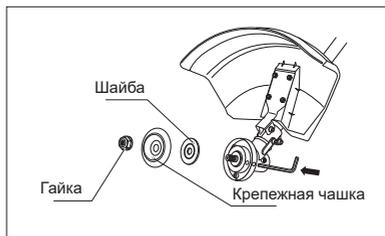

Рис. 5
1. Совместите отверстия в чашке редуктора и фланцевой шайбе. Вставьте металлический стопорный штифт или шестигранный ключ из комплекта поставки в отверстия чашки редуктора и фланцевой шайбы. Вращая гайку по часовой стрелке, снимите чашку и шайбу с вала редуктора (рис. 5).